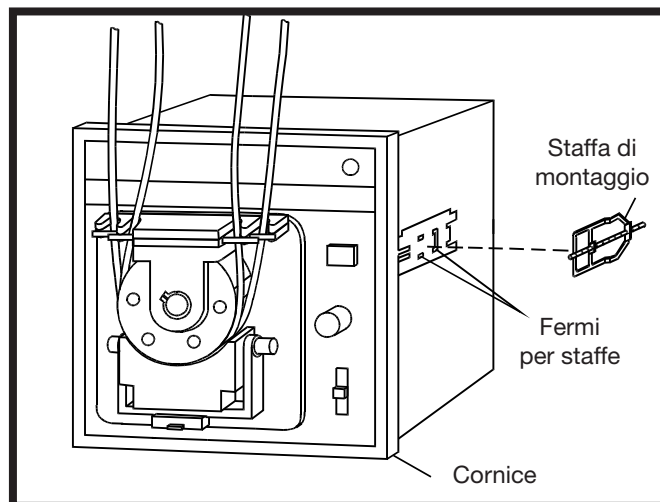

Figura 5. Installazione delle staffe di montaggio
2. Porre una **staffa di montaggio**, *Figura 5*, tra i fermi scanalati su un lato della scatola e farla scivolare all'indietro fino a bloccarsi nelle scanalature dei fermi.